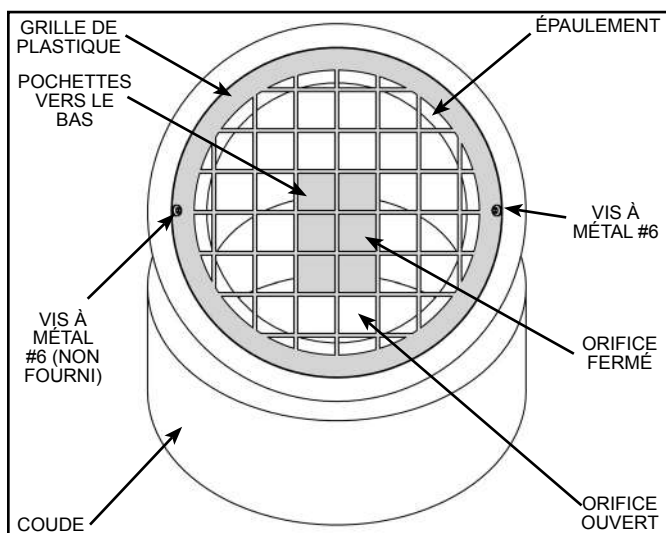

Figure 34
- Pour fixer en place une grille en plastique, insérez 2 vis à métaux résistantes à la corrosion aux endroits indiqués à Figure 34, ce qui permet d'aisément retirer la grille lors d'une inspection ou d'un nettoyage.